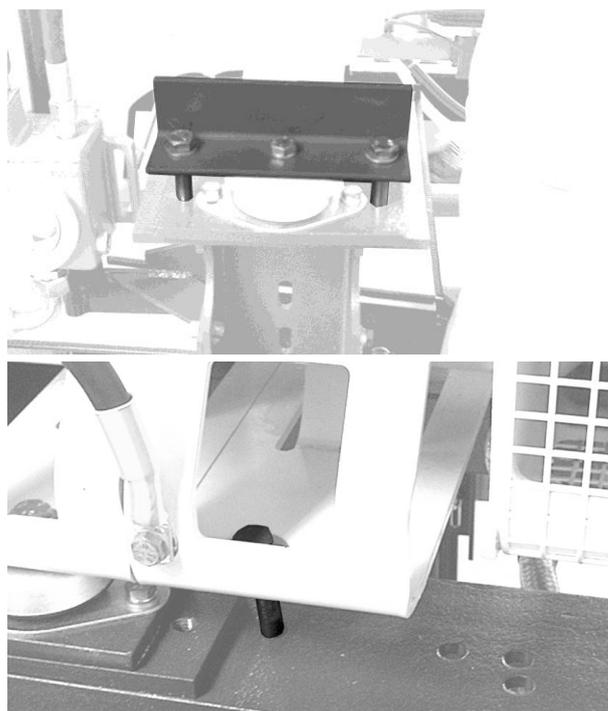

Fig. 7 Rimuovere le quattro protezioni per il trasporto ai supporti elastici del motore e del generatore
- Rimuovere le quattro protezioni per il trasporto ai supporti elastici del motore e del generatore (Fig. 7)